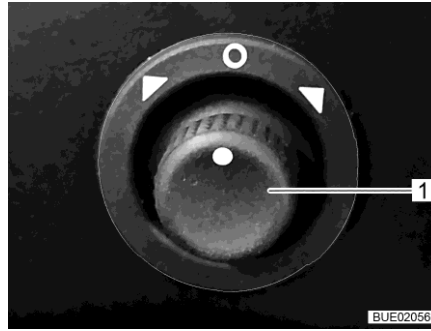

Fig. 32 Interruptores (retrovisores exteriores ajustables eléctricamente)
- Seleccionar el retrovisor que se desea ajustar. Para esto, girar el interruptor giratorio (Fig. 32,1) hacia la izquierda o hacia la derecha.
- Ajustar el retrovisor inclinando el interruptor giratorio (Fig. 32,1) en la dirección correspondiente.